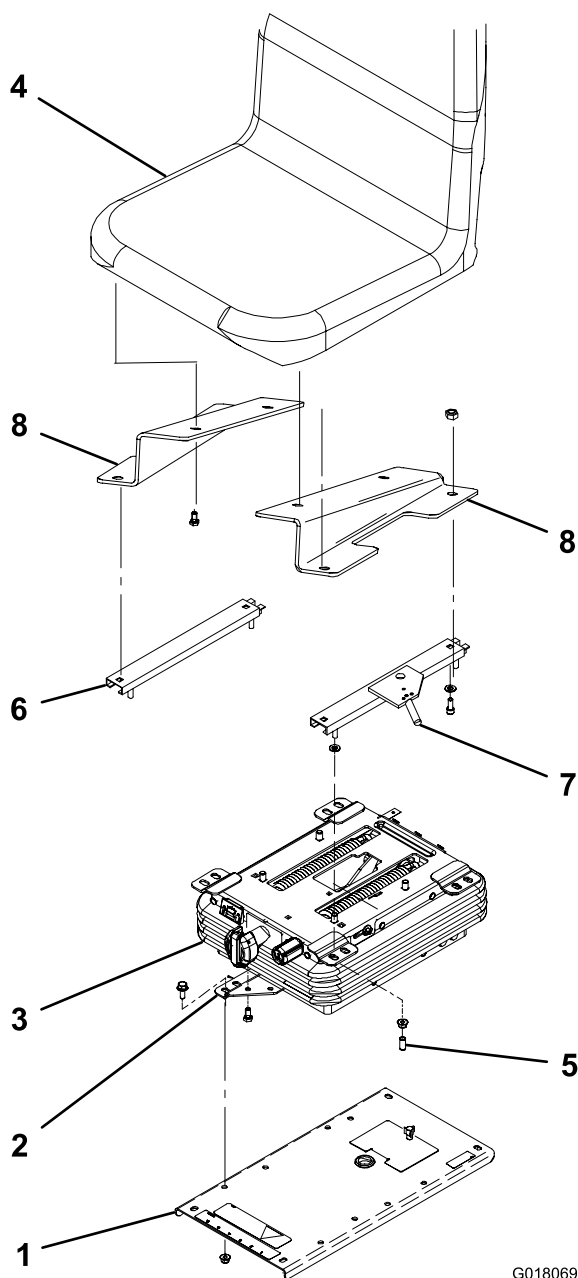

Figura 1
1. Fije los soportes inferiores del asiento a la suspensión del asiento con los 4 pernos incluidos en el kit (Figura 1).
2. Retire los 4 pernos y las 4 tuercas que sujetan la placa de montaje del asiento al bastidor de la unidad de tracción (Figura 1). No retire la placa del asiento.
3. Fije los soportes inferiores del asiento y la suspensión a la placa del asiento con los 4 pernos y tuercas incluidos en el kit (Figura 1).
4. Sujete los soportes derecho e izquierdo del asiento al asiento con 4 pernos (Figura 1). Los soportes del asiento deben posicionarse de manera que los extremos más altos estén hacia delante respecto al asiento.
5. Instale provisionalmente los ajustadores del asiento en los soportes del asiento con los 4 pernos, las arandelas planas y las tuercas incluidos en el kit (Figura 1). No apriete. El ajustador del asiento que incluye la palanca de ajuste debe montarse en el soporte izquierdo del asiento.
7. Monte los ajustadores superiores del asiento en la suspensión del asiento con las 4 tuercas incluidas en el kit (Figura 1). Introduzca los tapones de vinilo en los espárragos del asiento. Apriete las fijaciones que sujetan los ajustadores del asiento.
2. Sujete los soportes inferiores del asiento a la suspensión del asiento con los 4 pernos incluidos en el kit (Figura 1).
3. Sujete los soportes inferiores del asiento y la suspensión del asiento a la placa del asiento con los 4 pernos y tuercas incluidos en el kit (Figura 1). Utilice los taladros de montaje traseros de la placa del asiento y los taladros de montaje delanteros de los soportes inferiores del asiento.
4. Monte los soportes superiores del asiento en el asiento con los 4 pernos, las arandelas planas y las tuercas incluidos en el kit (Figura 1). Utilice los taladros de montaje delanteros del asiento. El soporte del asiento que tiene la palanca de ajuste debe montarse en el lado izquierdo del asiento.
5. Monte los soportes superiores del asiento en la suspensión del asiento con las 4 tuercas incluidas en el kit (Figura 1). Utilice los taladros de montaje traseros de la suspensión del asiento. Las arandelas deben colocarse entre los soportes del asiento y la suspensión. Introduzca los tapones de vinilo en los espárragos del asiento.